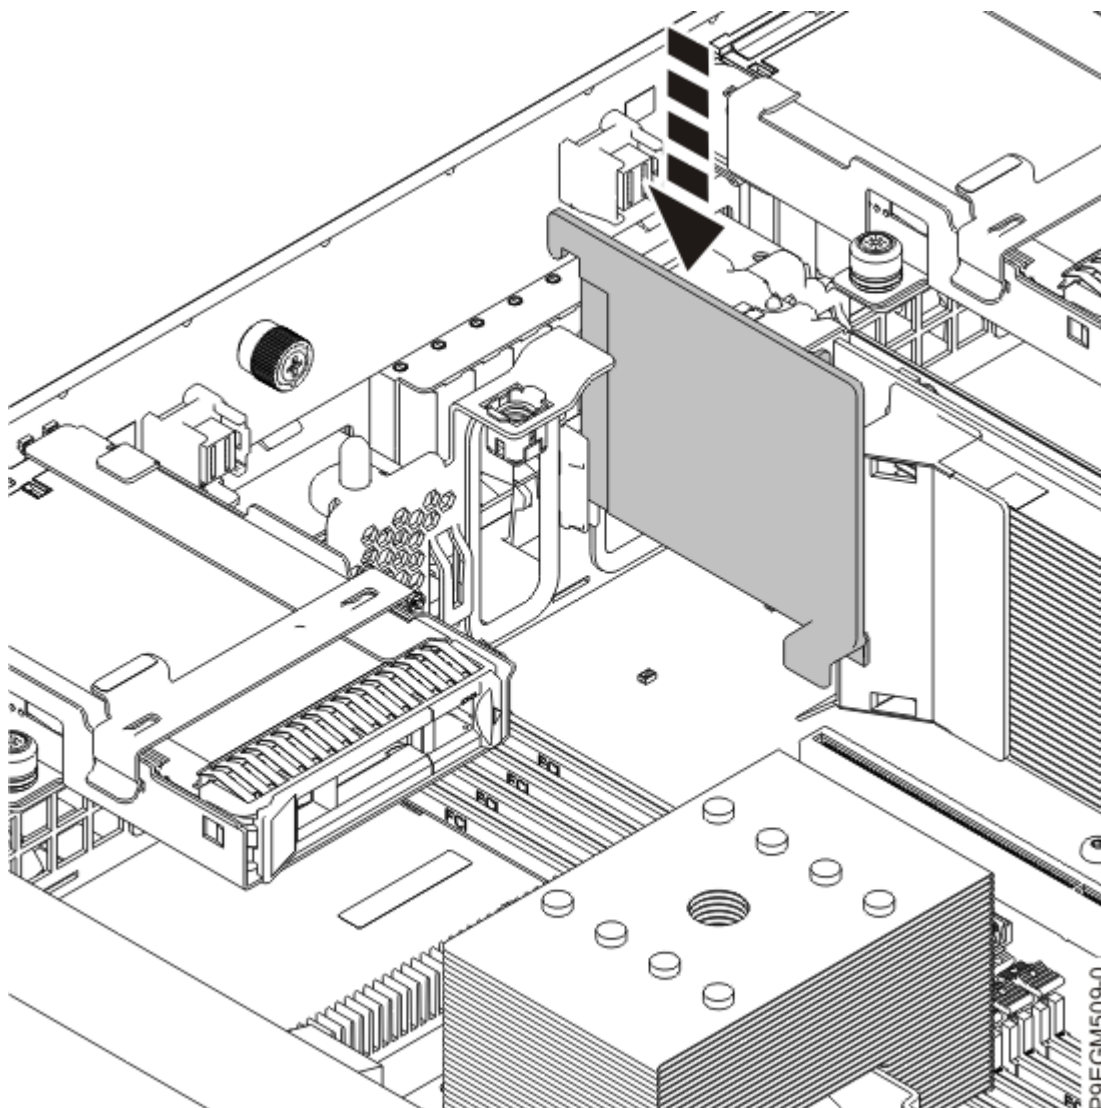

Figure 19. Installation du diviseur d'air
c) Abaissez le diviseur d'air pour le mettre en place, comme indiqué à la Figure 19, à la page 25.